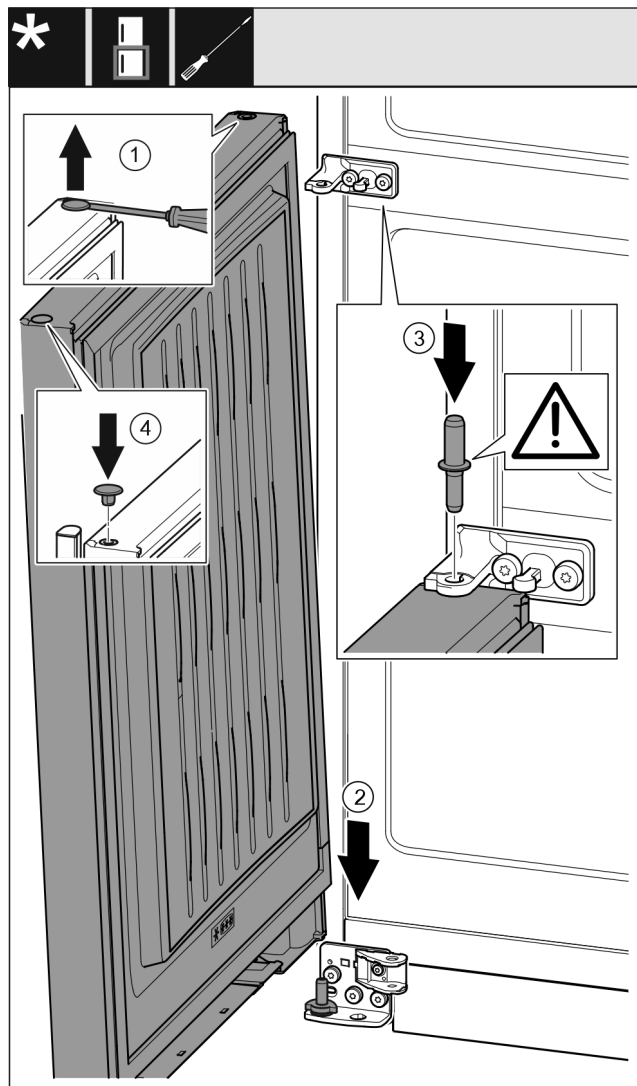

Fig. 41
- ▶ Con un cacciavite a testa a intaglio sollevare con cautela i tappi ed estrarli. Fig. 41 (1)
- ▶ Applicare la porta dall'alto sul perno di supporto inferiore. Fig. 41 (2)
- ▶ Inserire il perno di supporto centrale attraverso il blocco di supporto centrale nella porta inferiore. Fare attenzione che la camma di arresto sia rivolta verso il lato posteriore. Fig. 41 (3)
- ▶ Inserire nuovamente i tappi sull'altro lato della porta. Fig. 41 (4)